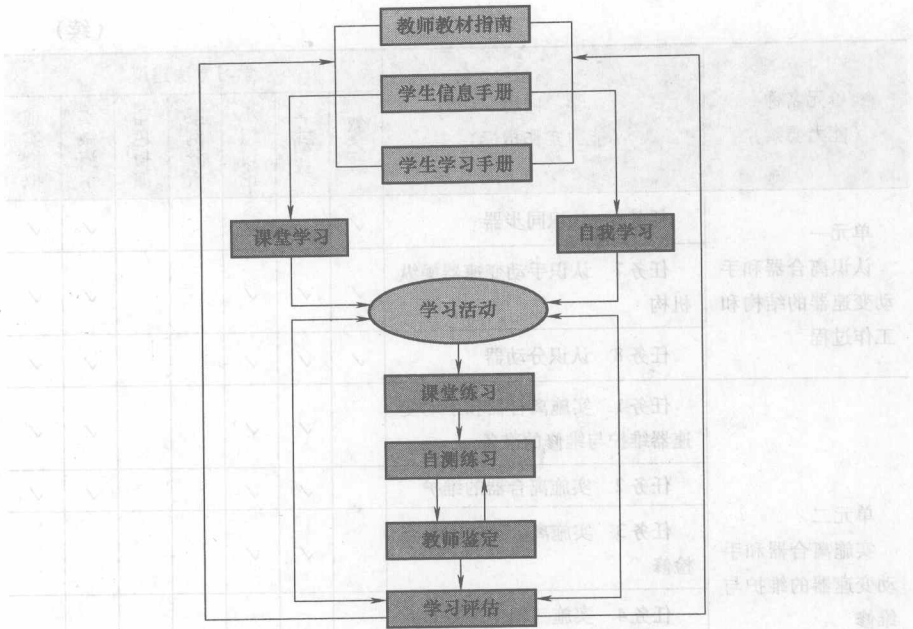

图 0-1 学习步骤
(2) 学习步骤 学习者可以按照本书在课堂学习(包括实习场地),也可以根据自己具备的基本能力,按照本书自己制定学习计划学习。其学习步骤如图0-1所示。